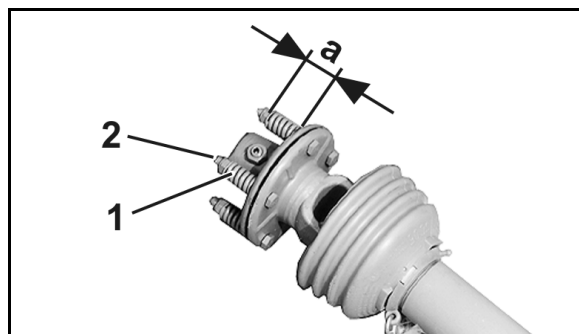

Fig. 68
2. Detensionați arcurile (Fig. 68/1) prin desfacerea piulițelor (Fig. 68/2).